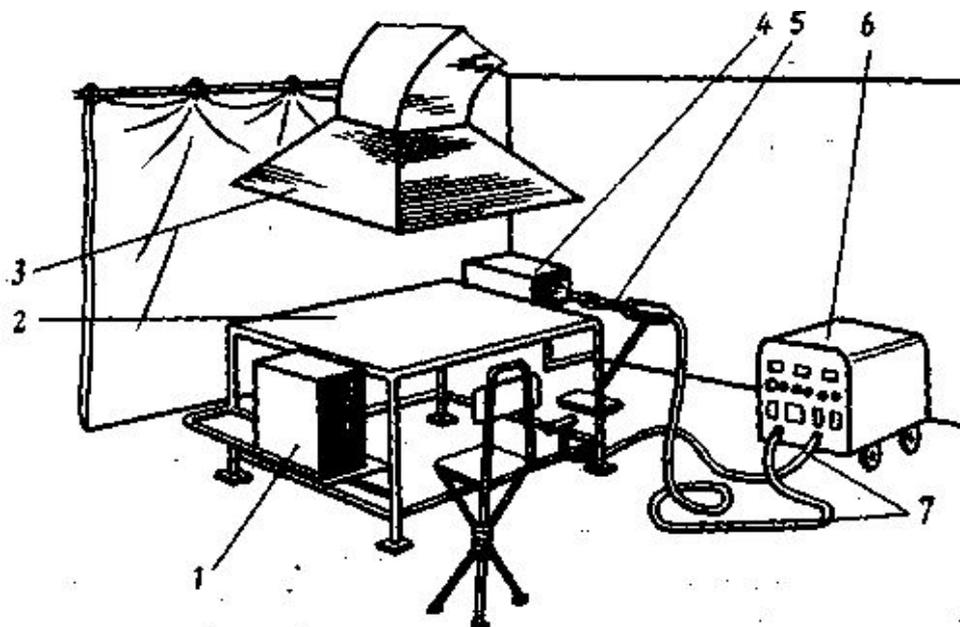

Рис. 2.1. Сварочный пост для ручной дуговой сварки:
- *Стационарные посты* (рис. 2.1) располагают в цехе, преимущественно в отдельных сварочных кабинах, в которых сваривают изделия небольших размеров. размером 2000x2000 или 2000 x 3000 мм. Стены кабин имеют высоту 1800...2000 мм, а для лучшей вентиляции подняты над полом на 200...300 мм. В качестве материала для стен используют тонколистовую сталь или несгораемые материалы.